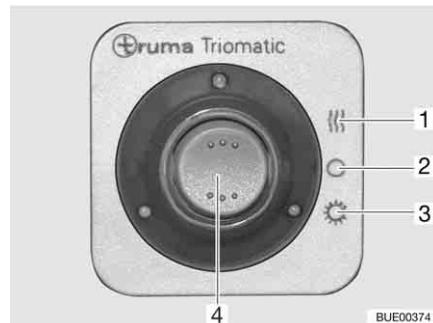

Fig. 61 Centralina di controllo
- Sulla centralina di controllo (Fig. 61) attivare l'impianto di commutazione Triomatic. Posizionare l'interruttore a bilico (Fig. 61,4) su funzionamento invernale "On e riscaldamento" (Fig. 61,1) oppure su funzionamento estivo "On" (Fig. 61,3).
- Portare l'interruttore a bilico (Fig. 61,4) in posizione "O" (Fig. 61,2).
Le spie di controllo sulla centralina di controllo (Fig. 61) segnalano all'interno del veicolo quale bombola del gas è in funzione.